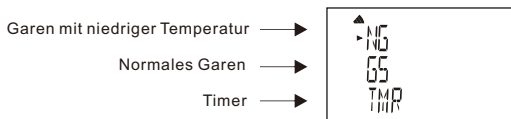

Abb. 1 – Hauptmenü (Deutsch)
- Wählen Sie den Garmodus: Drücken Sie im Hauptmenü (Abb. 1) die Taste ▲ oder ▼ , um den Garmodus zu wählen.
- Wählen Sie das Garen mit niedriger Temperatur aus: Drücken Sie im Hauptmenü (Abb. 1) die Taste ▲ oder ▼ , um das Garen mit niedriger Temperatur zu wählen.
- Wählen Sie das normale Garen: Drücken Sie im Hauptmenü (Abb. 1) die Taste ▲ oder ▼, um das normale Garen zu wählen (Deutsch; GS,).
- Rufen Sie die Timer-Funktion auf: Drücken Sie im Hauptmenü (Abb. 1) die Taste ▲ oder ▼, um den Timer auszuwählen (TMR). Drücken Sie nun ►, um Ihre Auswahl zu bestätigen und mit dem nächsten Schritt fortzufahren.